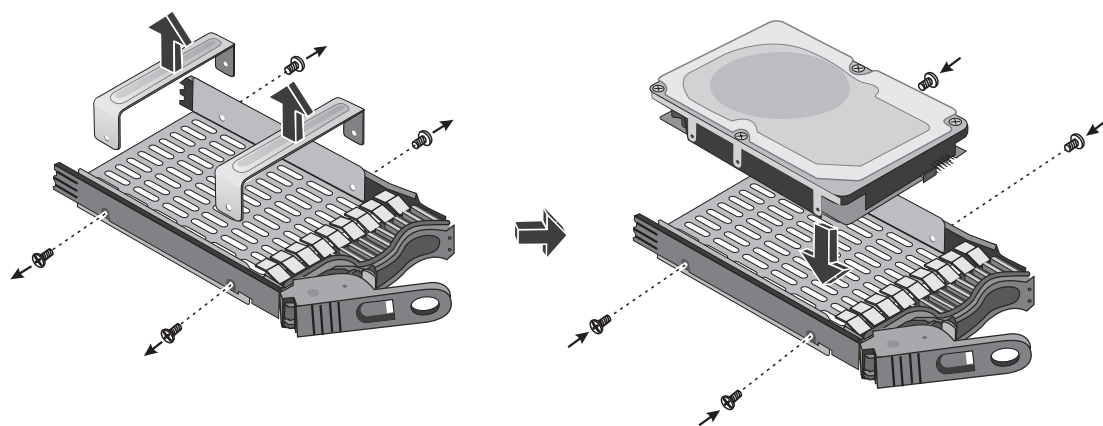

图 2-9：安装热交换硬盘驱动器和托架
4. 安装硬盘驱动器和托架。托架由导轨、PCA 盖板和两个支撑杆组成。安装硬盘驱动器之前，应取下两个支撑杆。请参阅图 2-9。